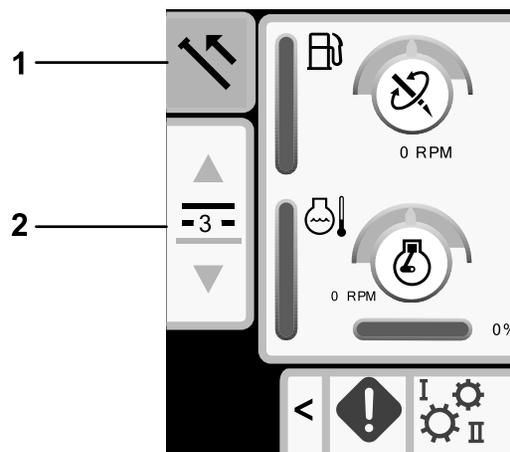

Рисунок 15
1. Нажмите кнопку 1 для выбора опции втягивания трубы (Рисунок 15).
2. Нажмите кнопки 2 и 3 для выбора ряда, в который вы хотите поместить трубу (Рисунок 15).